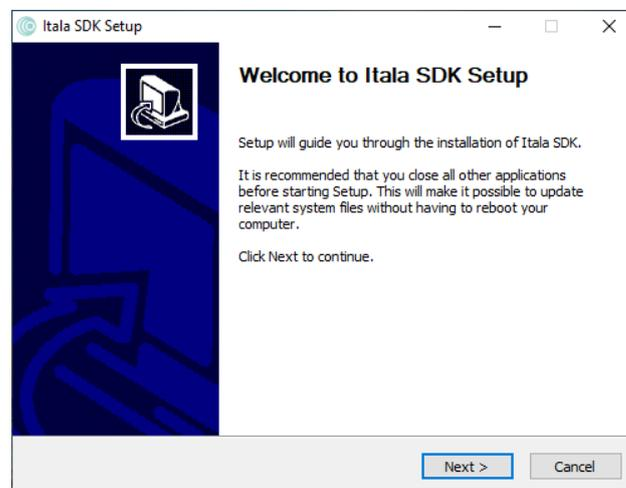

Figure 9: Itala SDK 设置窗口。
2. 显示 Itala SDK 设置窗口：请务必按照所列说明进行操作（图 9）。